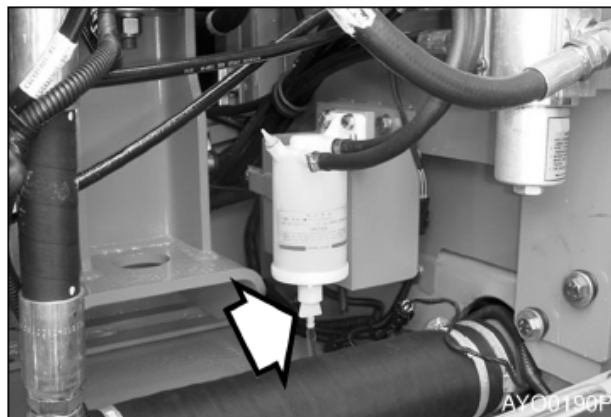

Рис. 20
3. Если красное кольцо в резервуаре достигает линии уровня, ослабить заглушку (рис. 20) в днище корпуса и слить воду в соответствующую емкость.
4. Затянуть заглушку (рис. 20) и заправить топливную систему. См. стр. 4-38